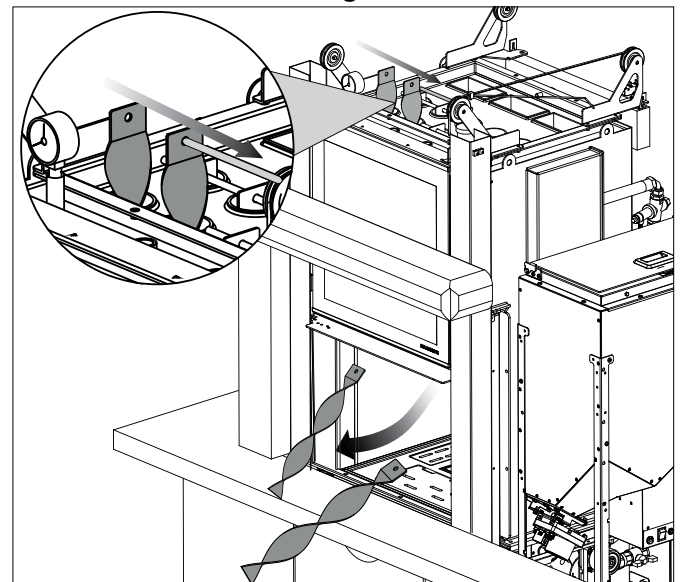

fig. 6.4
- Dal vano di ispezione superiore, sollevare leggermente i turbolatori immersi nei tubi di scambio ed estrarre la spina in metallo che li tiene vincolati nella loro posizione (fig. 6.4).
- Estrarre dal basso i turbolatori e pulire i tubi di scambio (fig. 6.4).